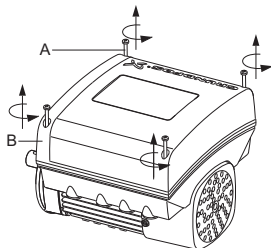

Рис. 63 Снятие крышки клеммной коробки
1. Открутите четыре винта (рис. 63, А) крышки клеммной коробки (рис. 63, В) и снимите её с клеммной коробки.
- Установите крышку клеммной коробки (рис. 63, В) и затяните по диагонали четыре монтажных винта (рис. 63, А) с моментом затяжки 6 Нм.